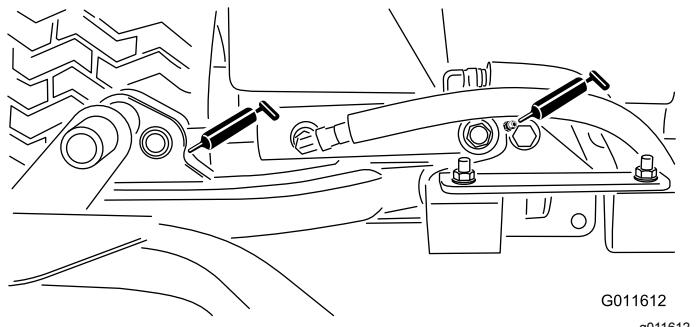

図 61
- 昇降アームのシリンダ各カッティングユニットの2ヶ所—図 61
- 昇降アームのピボット各アームに1ヶ所—図 61